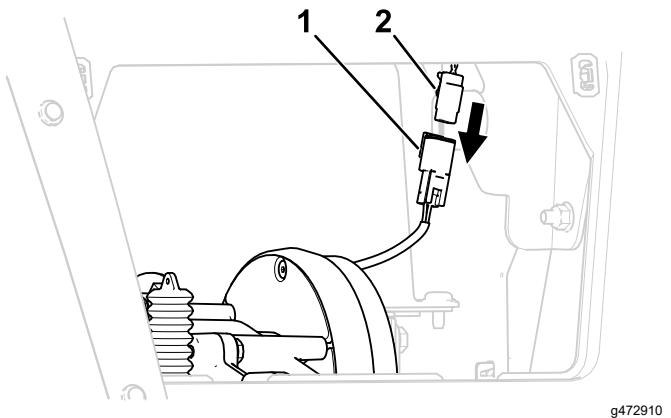

Figura 18
3. Desconecte el conector del freno del arnés principal (Figura 18).